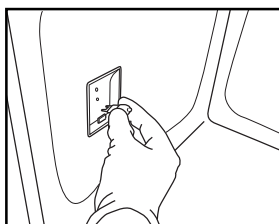

Fig.8
4. Byt ut glödlampan (för typ av lampa – se anmärkning) (fig. 8).